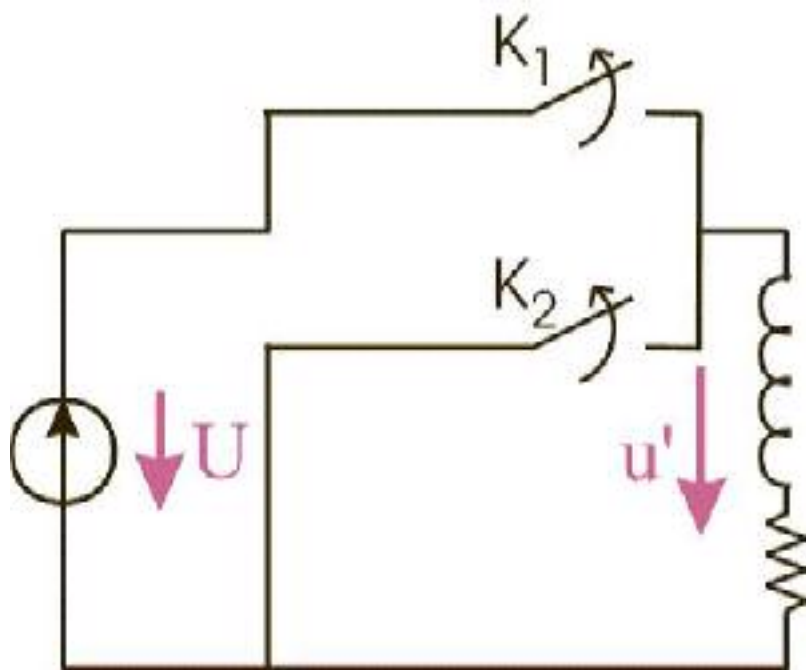

Figura 12
- legăm cealaltă bornă a receptorului la bornele + și - ale generatorului prin intermediul a două contacte semiconductoare (figura 12).